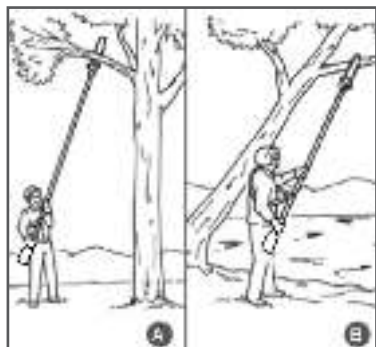

Рис. 9. Положение оператора
2. При обрезке сучьев на вертикально стоящем дереве, рекомендуется рабочее положение высотореза под углом примерно 60° по отношению к дереву (Рис. 9А). При обрезке сучьев на наклонно стоящем дереве располагайтесь всегда по направлению наклона дерева (Рис. 9В).